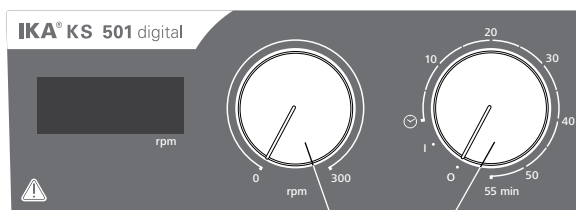

Fig. 3
- ☞ 「**オン/オフ**」および「**タイマー**」ダイヤルノブ (**B**, Fig. 3参照) を時計回りに「**1**」の位置まで回し、本体の電源を入れます。
- ☞ 「**回転数**」ダイヤルノブ (**C**, Fig.3参照) を回すことにより、**KS 501/HS 501 digital**は0~300rpmの範囲内で回転速度を設定することができます。